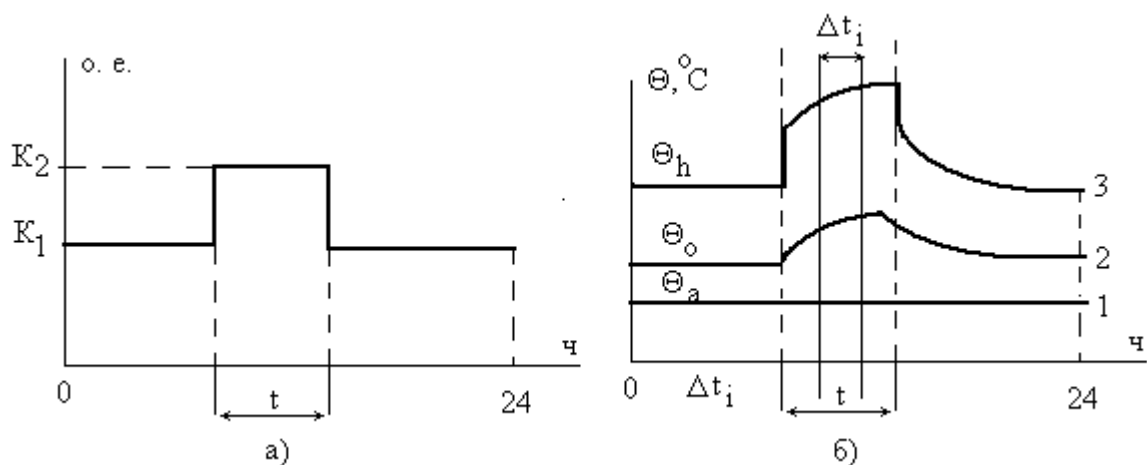

Рис. 3.1. Двухступенчатый суточный график нагрузки (а) и переходный тепловой режим в трансформаторе (б)
**Задача 3.2.** Для двухступенчатого суточного графика нагрузки (рис. 3.1, а) трансформатора требуется:
1. Рассчитать переходный тепловой режим трансформатора и построить график (рис. 3.1, б).